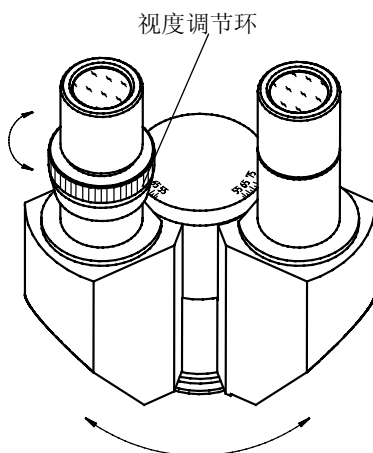

图 4
- 1) **视度调节** 通过位于左目筒上的视度调节环,可以修正不同使用者双眼视度的个体差异,见图4。利用 40X 的物镜,单独用右眼观察样本,调焦至成像清晰。然后用左眼观察,慢慢调节视度调节环使左眼也能观察到清晰的像
- 2) **适当的瞳距**能带来舒适的观察效果。瞳距的调节通过铰链式的双目镜筒“折叠”来实现,参照图4。